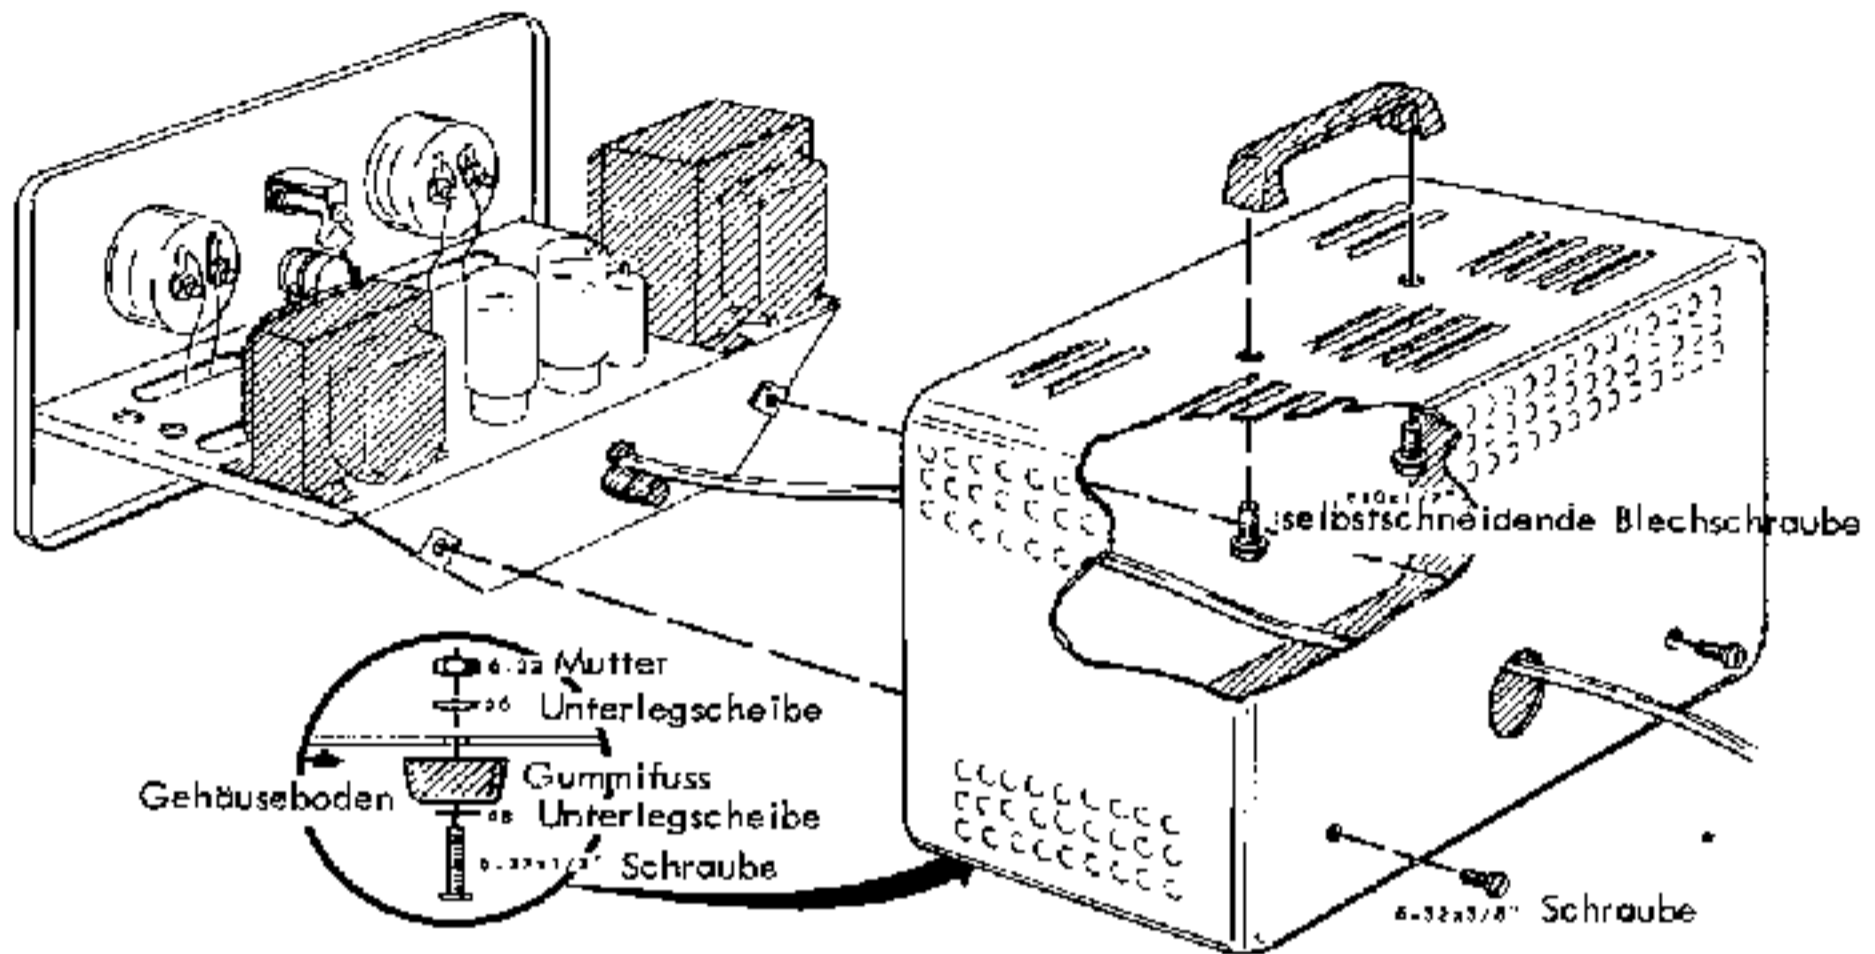

BILD 8
Die nächsten Schritte werden in Bild 8 erläutert.
- () Montieren Sie die vier Gummifüsse mit Hilfe von Schrauben der Grösse 6-32x1/2", Unterlegscheiben Nr. 8, Zahnscheiben Nr. 6 und Muttern der Grösse 6-32 am Gehäuseboden, wie aus der Ausschnittzeichnung in Bild 8 ersichtlich.